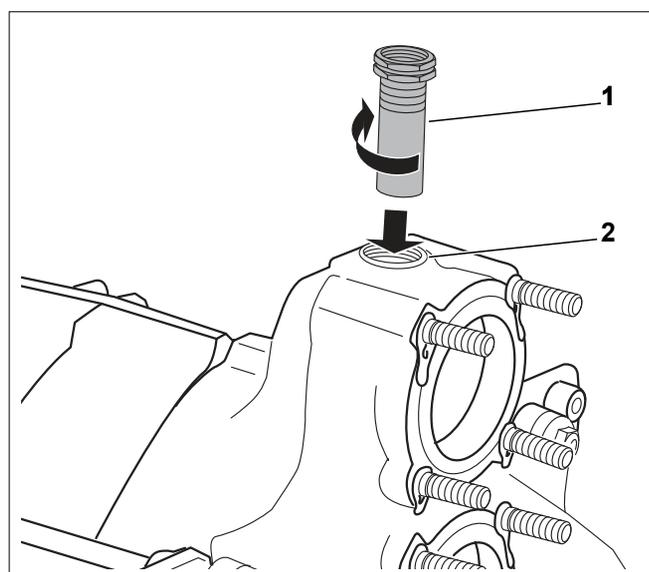

Рис. 20 Монтаж погружной гильзы
- ▶ Вставьте гильзу 3/4" (длина 110 мм) (рис. 20, [1]) сверху в резьбовое отверстие 3/4" на подключении подающей линии (рис. 20, [2]).